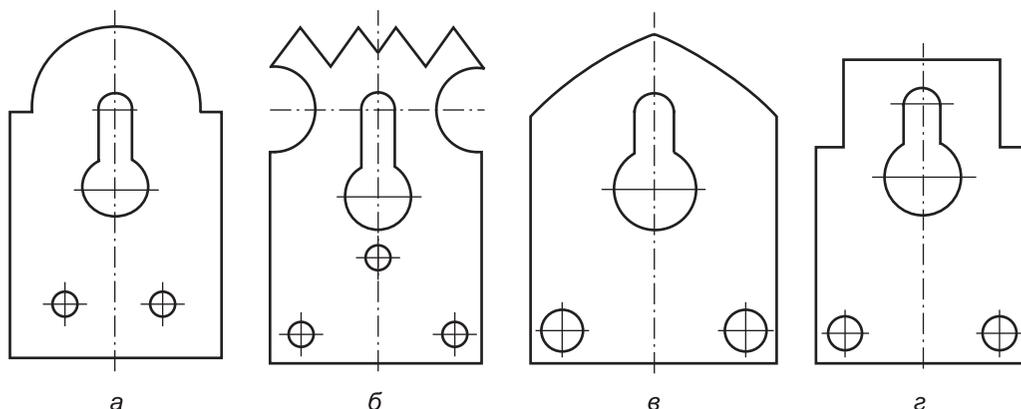

Рис. 219. Варианты изменения конфигурации подвесок
2. Внимательно рассмотри предложенные графические изображения подвесок (рис. 219).